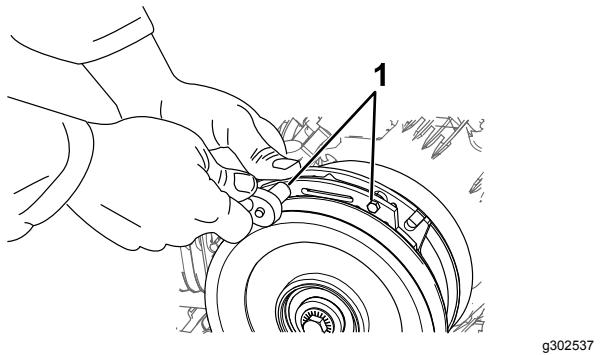

Figura 63
- Allentate entrambi i bulloni di montaggio del freno da 1/2 giro a un giro completo, come illustrato nella Figura 63.